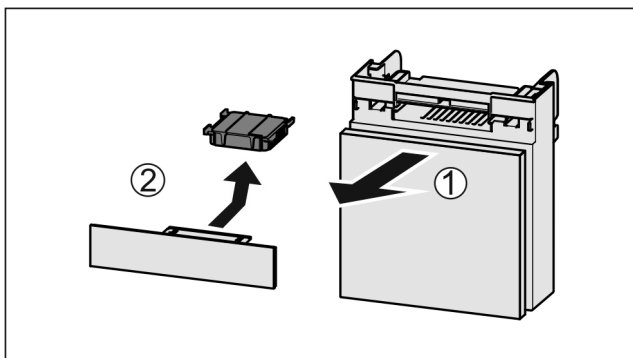

Fig. 118
- ▶ Издърпайте Fig. 118 (1) напред от отделениято.
- ▶ Извадете Fig. 118 (2) филтъра с активен въглен.